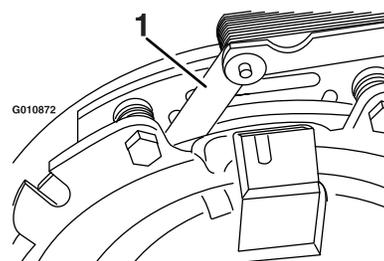
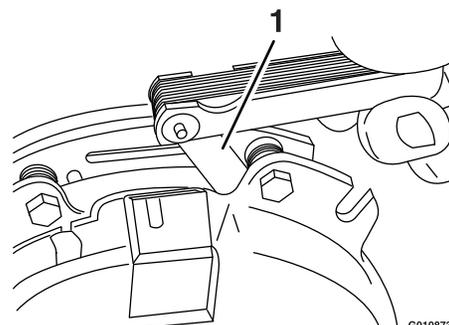

Figura 74
Figura 75
- E. Servendovi di uno spessore con spessore nominale di 0,25 mm, verificate la presenza di un traferro tra il rotore e l'indotto, a entrambi i lati del giunto del freno, come illustrato nella Figura 74 e nella Figura 75.